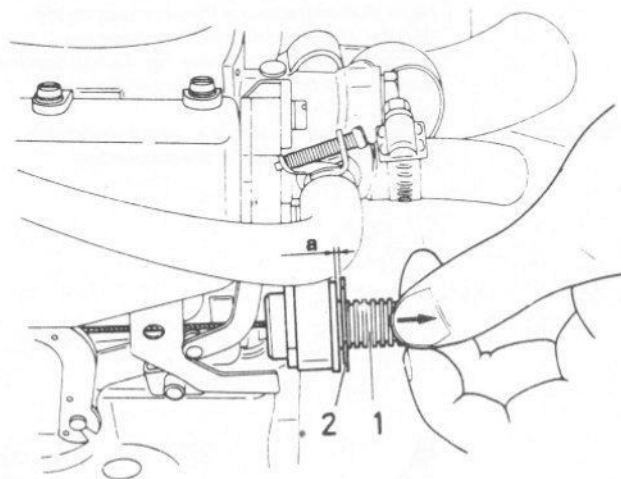

Fig. 13.84 Le câble d'accélérateur doit présenter un jeu (a) avant de procéder au réglage du câble de rétrogradation (Sec 15)
- 17 Le moteur étant à l'arrêt, commencer par vérifier le câble d'accélérateur qui doit être correctement réglé. Désaccoupler le câble de rétrogradation au niveau de la came sur le carburateur. Extraire la goupille d'arrêt de la gaine du câble d'accélérateur et agir sur ce dernier pour lui donner un léger jeu 'a' montré en Fig. 13.84. Appuyer à fond sur la pédale d'accélérateur et vérifier en même temps que le papillon des gaz soit en position de pleine ouverture.